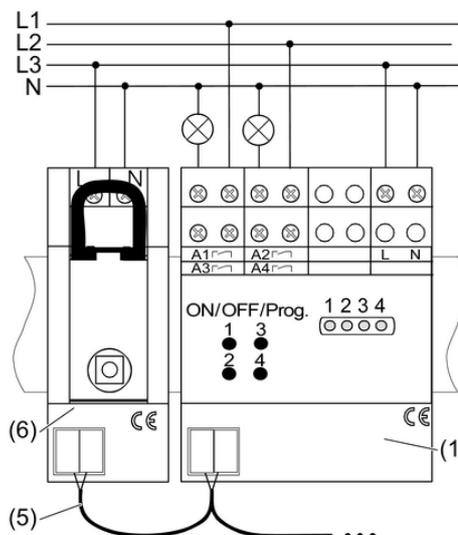

Figure 2
- Monter l'actionneur de commutation (1) sur le rail profilé.
- Raccorder l'actionneur de commutation conformément au schéma de raccordement (figure 2). Les sorties A1 à A4 peuvent être raccordées à différentes phases.
- Relier l'actionneur de commutation au récepteur radio REG (6) ou à d'autres dispositifs radio par un câble de bus (5).